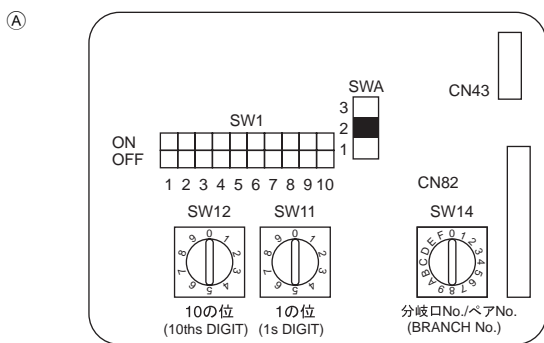

Рис. 6-4
6.5. Установка адресов (Рис. 6-4)